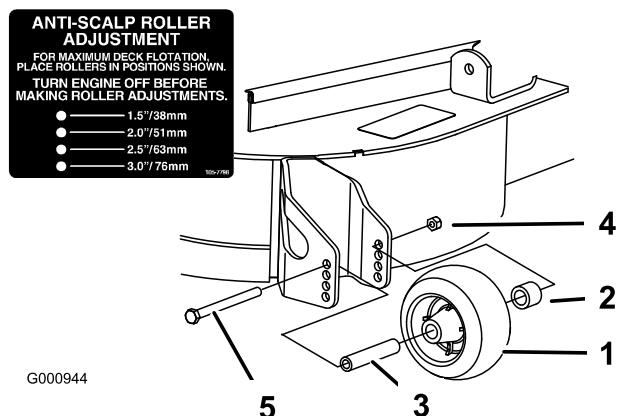

図 14
1. 刈高を変更後、ローラのフランジ・ナット、ブッシュ、スペーサ、ボルトを外して（図 14）、ローラの高さ調整を行う。
3. フランジ・ナット、ブッシュ、スペーサ、ボルトを取り付ける。54-61 N·m (5.6~6.2 kg·m) にトルク締めする（図 14）。